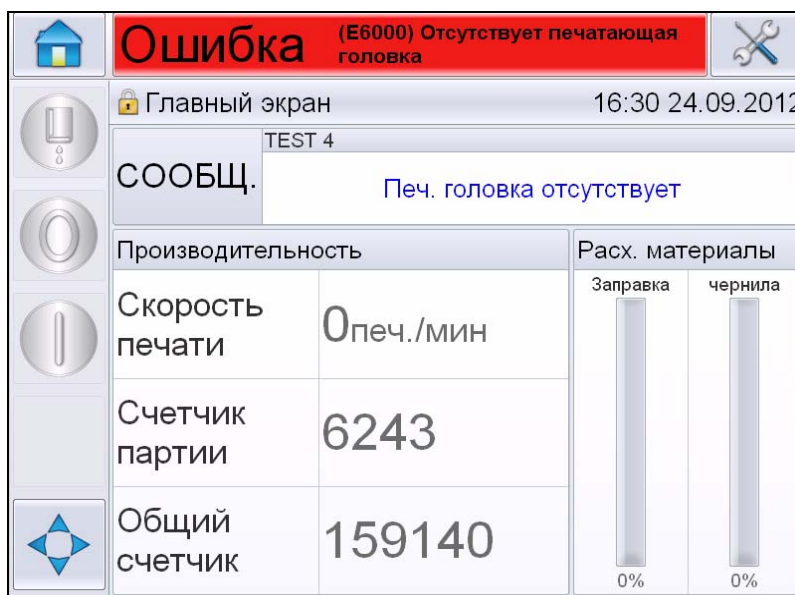

Рис. 7-5: Отображение неисправности
- 1 Подобная процедура используется для удаления предупреждающих сообщений. Для просмотра перечня неисправностей, нажмите сообщение красного цвета «**НЕИСПРАВНОСТЬ**» (Рис. 7-5 7-5 на стр. 7-8).